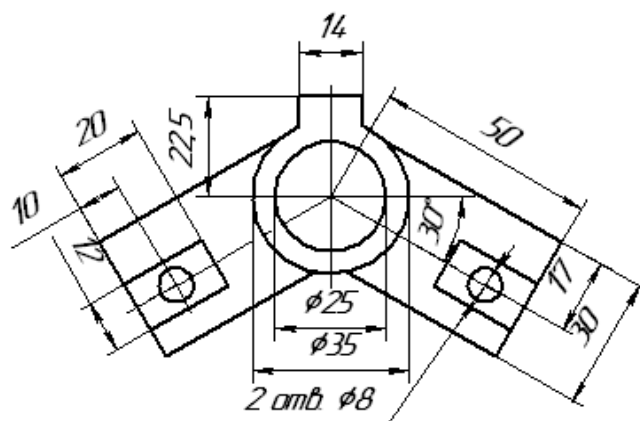

Рисунок 2 "Угольник"
Создать файл-чертеж и построить «Угольник» (рис.2)
2. Выполнить построение детали «Ползун» (см. рис.2)